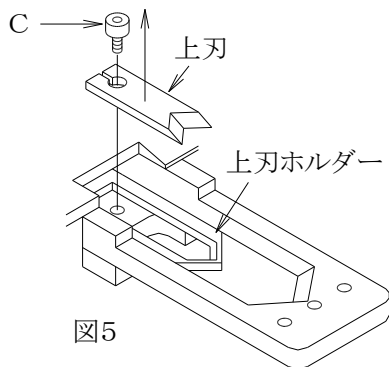

図5
取り付けます。(図5参照)
- 取り付けは、まず上刃を図5とは逆の方向へ